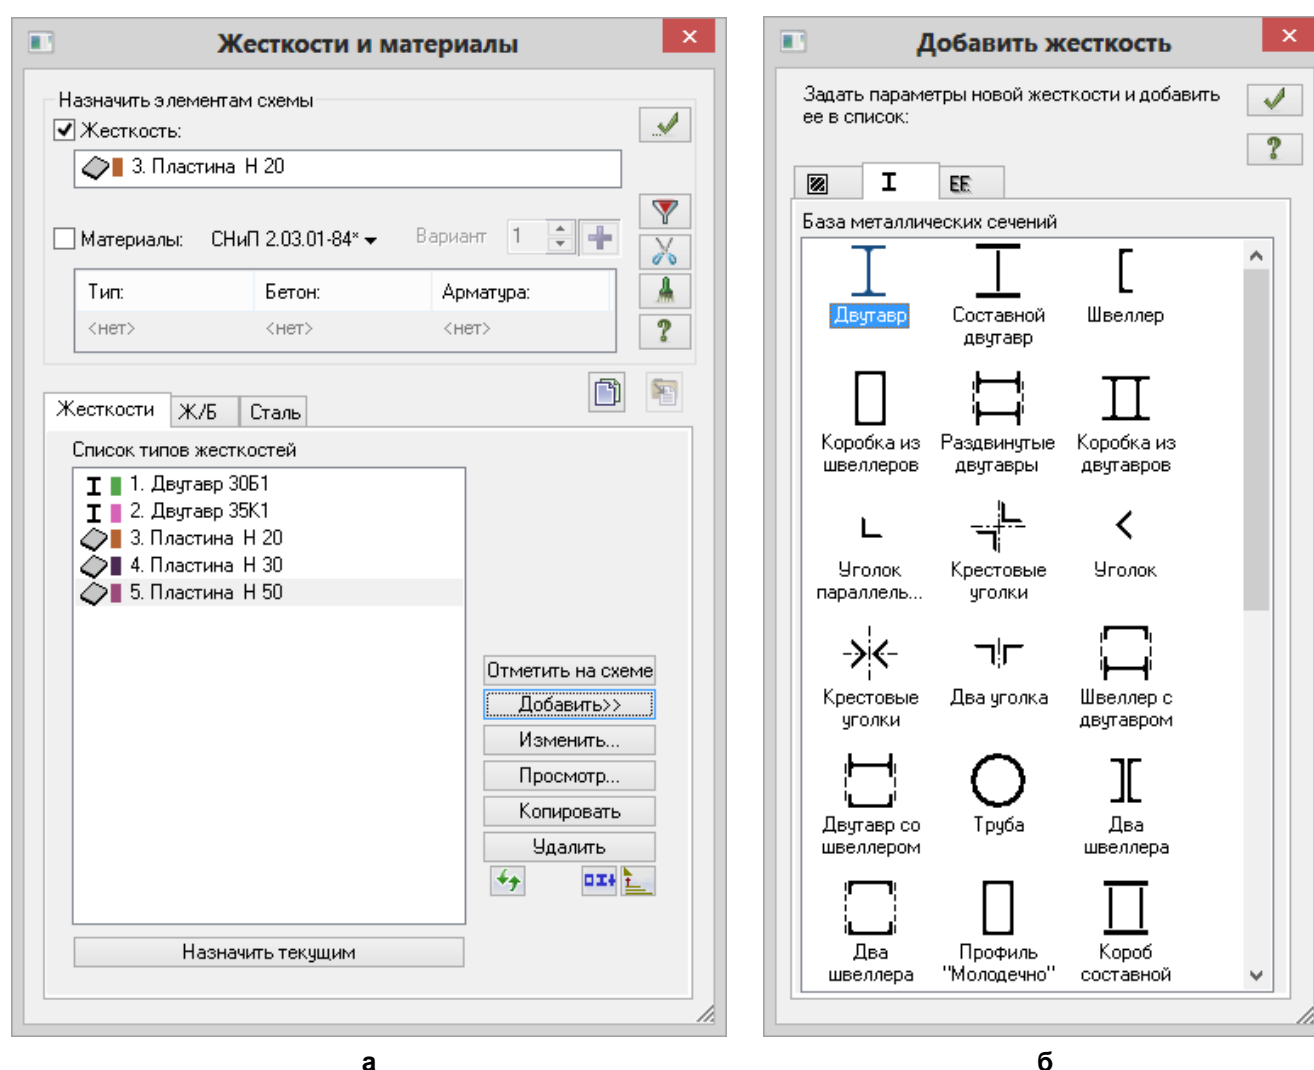

Рис.4.12. Диалоговые окна: а – Жесткости и материалы, б – Добавить жесткость
Щелчок по кнопке **Назначить текущим** или двойной щелчок по строке **Списка вариантов конструирования схемы** делает выбранный вариант активным в графической среде. Выбор материалов для варианта конструирования происходит в диалоговом окне **Жесткости и материалы** (рис.4.12,а).
- Щелчком по кнопке  – **Жесткости и материалы** (панель **Жесткости и связи** на вкладке **Создание и редактирование**) вызовите диалоговое окно **Жесткости и материалы** (рис.4.12,а).
- В этом окне щелкните по кнопке **Добавить** и в появившемся окне **Добавить жесткость** (библиотеке жесткостных характеристик) щелкните по второй закладке **База металлических сечений** (рис.4.12,б).
При использовании нескольких вариантов конструирования переключение на другой вариант конструирования производится в диалоговом окне **Жесткости и материалы** (рис.4.12,а) с помощью счетчика **Номер текущего варианта конструирования схемы** (при установленном флажке **Материалы**.)